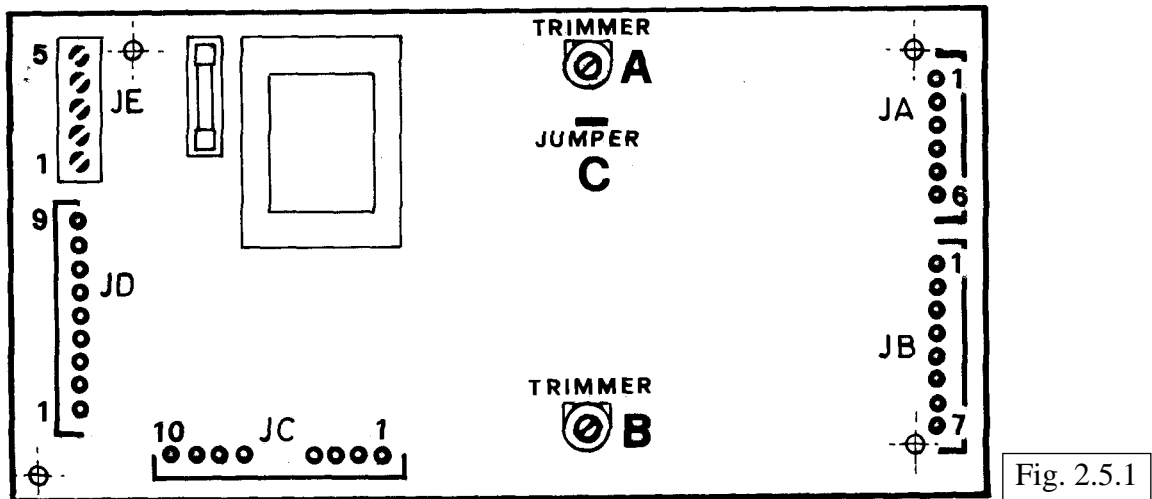

Fig. 2.5.1
**Nella fig. 2.5.1. è schematicamente mostrata la scheda di controllo .**